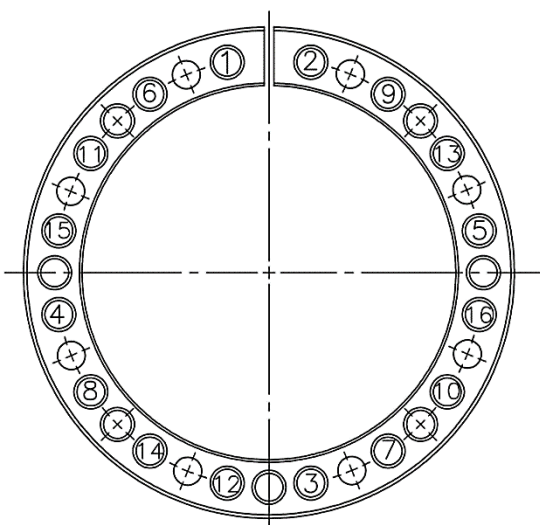

Fig. 2 - Sequência de aperto de montagem
7. Com um torquímetro aferido, regule o torque inicial de aperto para $\frac{1}{4}$ do torque recomendado em catálogo para o aperto dos parafusos; Obedeça a sequencia de aperto da Fig. 2 e aperte os parafusos em cruz, começando pelos parafusos próximos ao rasgo;